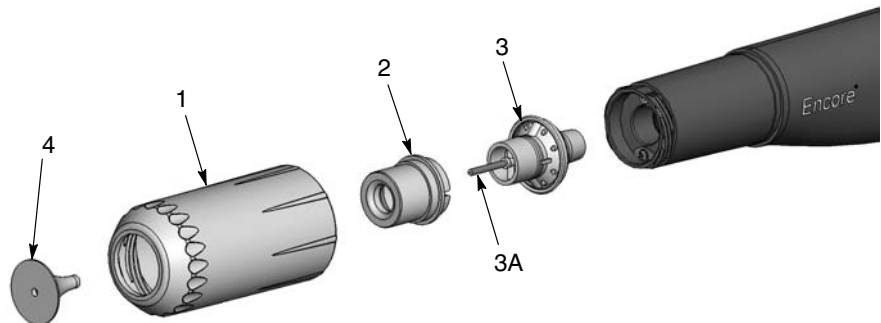

Figura 9 Cambio de deflectores y boquillas cónicas opcionales
1. Ver la figura 9. Para cambiar el deflector (4), retirarlo suavemente del conjunto de electrodo (3). Si se cambia únicamente el deflector, se debe instalar el nuevo deflector en el conjunto de electrodo, teniendo cuidado de no doblar el cable del electrodo.
2. Para cambiar la boquilla entera, desenroscar la tuerca de la boquilla (1) en sentido antihorario.
3. Retirar la boquilla cónica (2) del conjunto de electrodo.